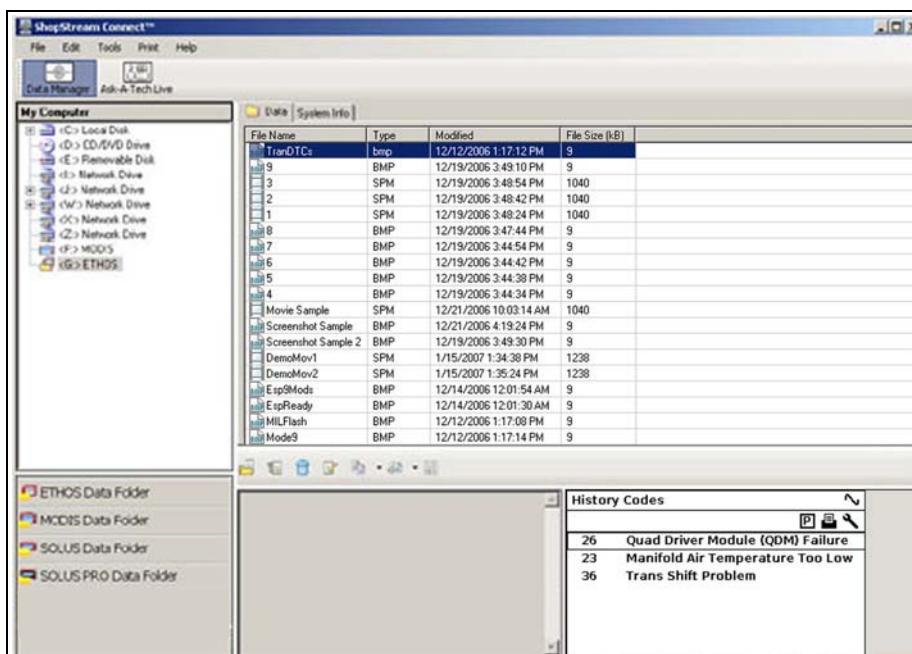

Abbildung 2-10 ETHOS-Daten (Beispiel)
7. ShopStream Connect sollte standardmäßig die auf Ihrem ETHOS-Scanner gespeicherten Daten anzeigen (Abbildung 2-10). Falls nicht, klicken Sie auf das **ETHOS**-Symbol am Ende der Dateiverzeichnisliste.